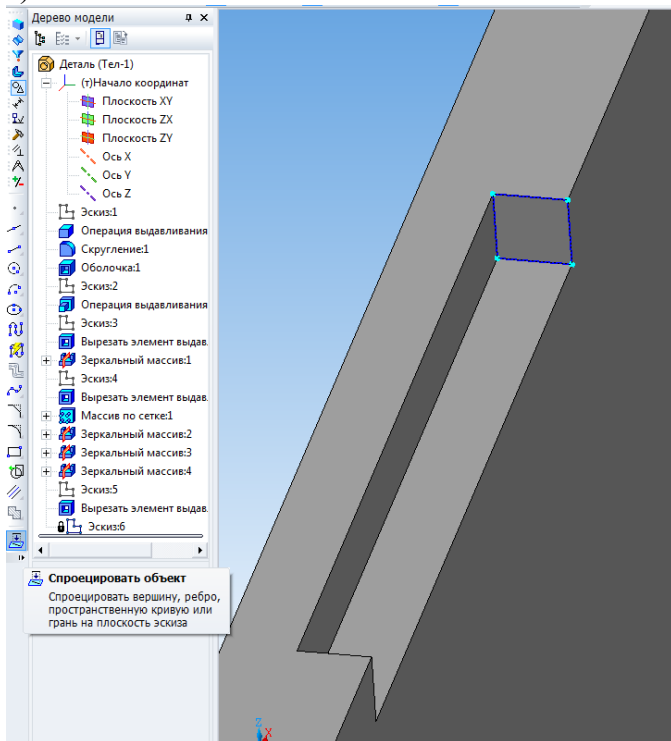

Рис. 3.2. Получение эскиза для сечения
3. Кликнуть на торец получившейся выемки и с помощью кнопки **Спроецировать**  получить эскиз, которым впоследствии будет выполняться кинематическая операция (рис. 3.2)